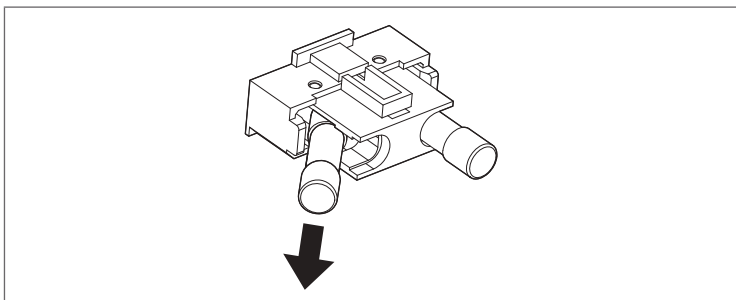

Figura 6.3
5. Scoateți siguranțele din cutia cu siguranțe (consultați Figura 6.3).